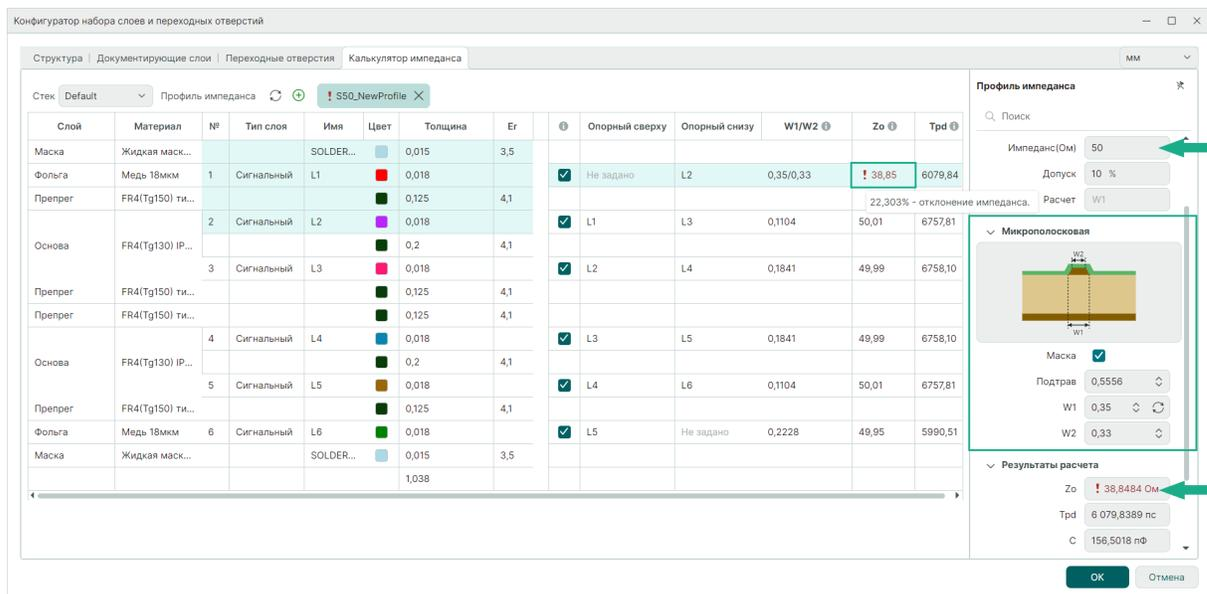

Рис. 64 Профиль импеданса с заданными значениями волнового сопротивления и ширины проводника
4. Если рассчитанное значение импеданса (Z_0 или Z_{diff}) превышает разрешенное отклонение от заданного значения волнового сопротивления, система оповестит об ошибке, см. Рис. 64.